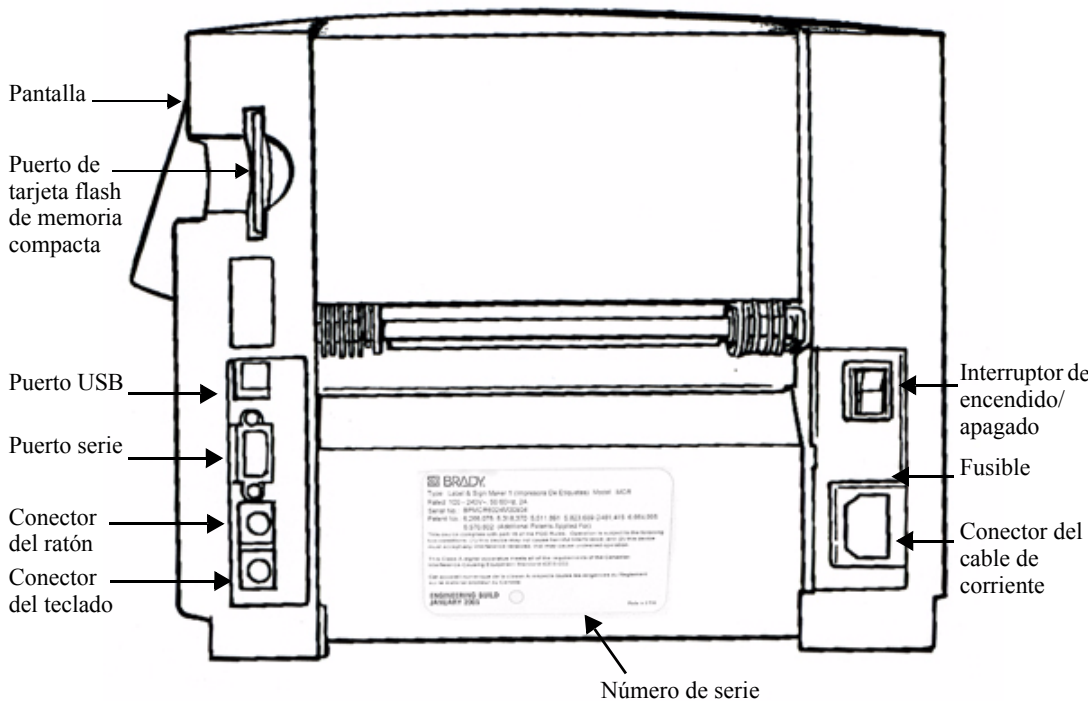

Figura 2-1. Vista lateral de la impresora de etiquetas.
**Paso 2:** Si dispone de ratón, enchufe el cable del ratón en el conector del ratón, como se muestra en la Figura 2-1.
**Paso 3:** Enchufe el cable de corriente en la impresora, como se muestra en la Figura 2-1. Enchufe el otro extremo del cable a la toma de corriente alterna.